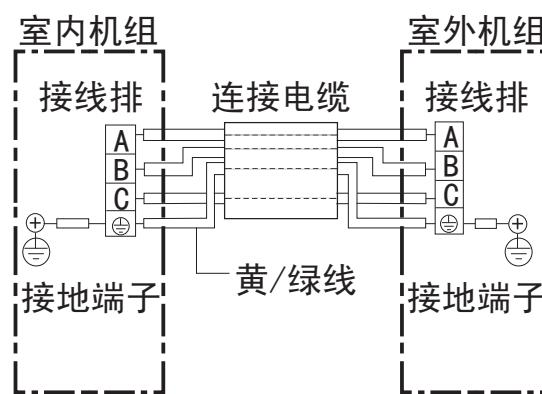

图27
- (1) 用附件⑧连接电缆按接线图示要求正确地连接室内外机组，绝对不可连接错误（如图27）
- (2) 连接电缆必须用室内外机组上的电线压板压紧。
- 接地线必须根据图27所示用连接电缆中黄/绿色导线接至带有“ $\ominus$ ”标记的接线端子上。